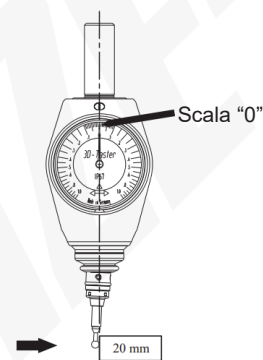

Fig. 6
- Avvicinare il blocchetto di misura al primo lato fino a quando l'indicatore non punta sullo "0" (Fig. 6).